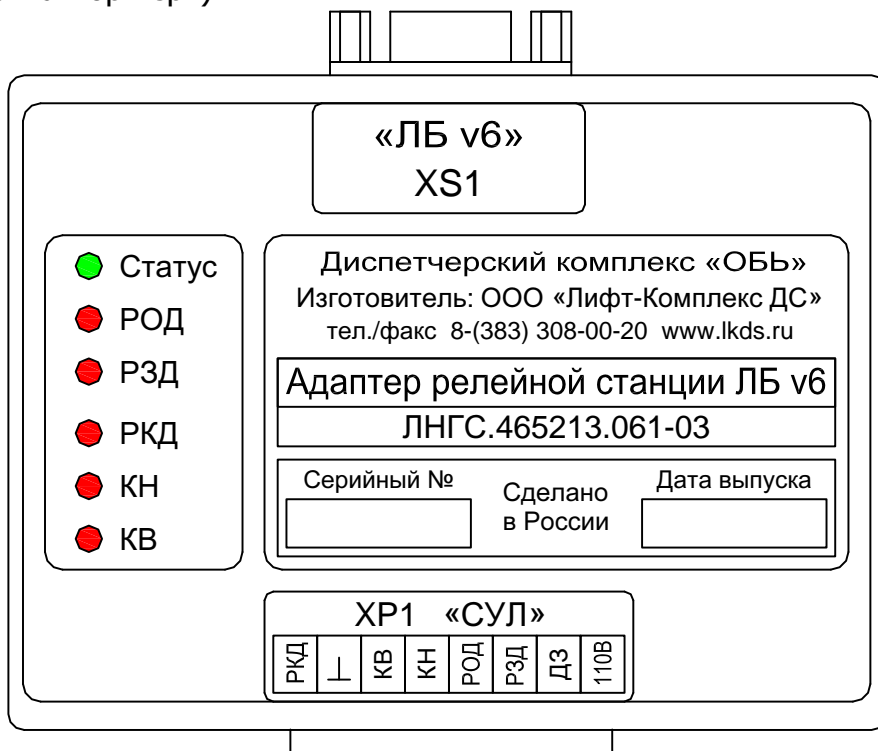

Рис. 2. Внешний вид адаптера релейной станции
1.4.3.2. На крышке корпуса адаптера релейной станции (см. рис. 2) элементы индикации: